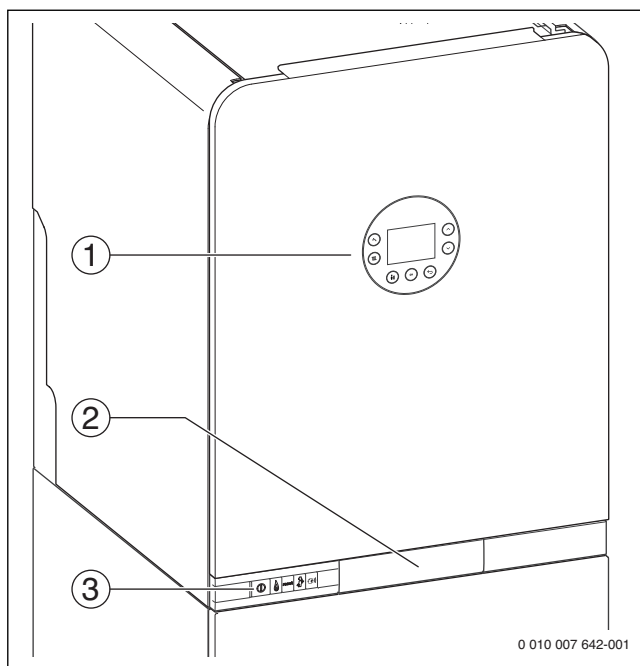

Fig. 3 Aperçu des éléments de commande
- Module de commande intégré dans l'appareil, pour la régulation en fonction de la température extérieure (→ fig. 3).